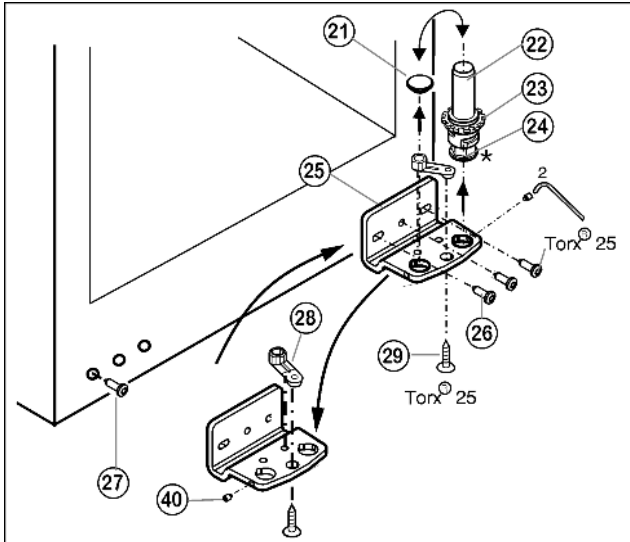

Fig. 5
- ▶ Dévisser la tige filetée Fig. 5 (40) avec la clé à six pans jointe d'env. 1 tour.
- ▶ Dévisser le pivot Fig. 5 (22) complètement avec le disque Fig. 5 (23) et le pied réglable\* Fig. 5 (24) par le haut.
- ▶ Enlever le bouchon Fig. 5 (21).
- ▶ Dévisser Fig. 5 (25) le support d'appui Fig. 5 (26).
- ▶ Dévisser complètement la tige filetée Fig. 5 (40) et la visser sur le côté opposé sur le support d'appui jusqu'à ce qu'elle soit à fleur du support d'appui.
- ▶ Dévisser Fig. 5 (28) et le l'élément pivotant Fig. 5 (29) permuter dans le trou opposé du support d'appui, revisser à fond.
- ▶ Replacer le bouchon Fig. 5 (21) dans l'autre trou.
- ▶ Dévisser la vis Fig. 5 (27) et la mettre de l'autre côté,
- ▶ Revisser à fond le support d'appui Fig. 5 (25) sur le nouveau côté charnière en utilisant une visseuse sans fil si nécessaire, avec un couple de serrage de **4 Nm**.
- ▶ Replacer complètement le pivot Fig. 5 (22) avec le disque et le pied réglable\*.
- ▶ Serrer la tige filetée Fig. 5 (40).
- ▶ Placer la porte par le haut sur le pivot inférieur Fig. 5 (22).
- ▶ Aligner éventuellement la porte par rapport aux deux trous oblongs du support d'appui inférieur Fig. 5 (25) pour qu'elle affleure avec l'habillage de l'appareil. Pour cela, dévisser la vis centrale.